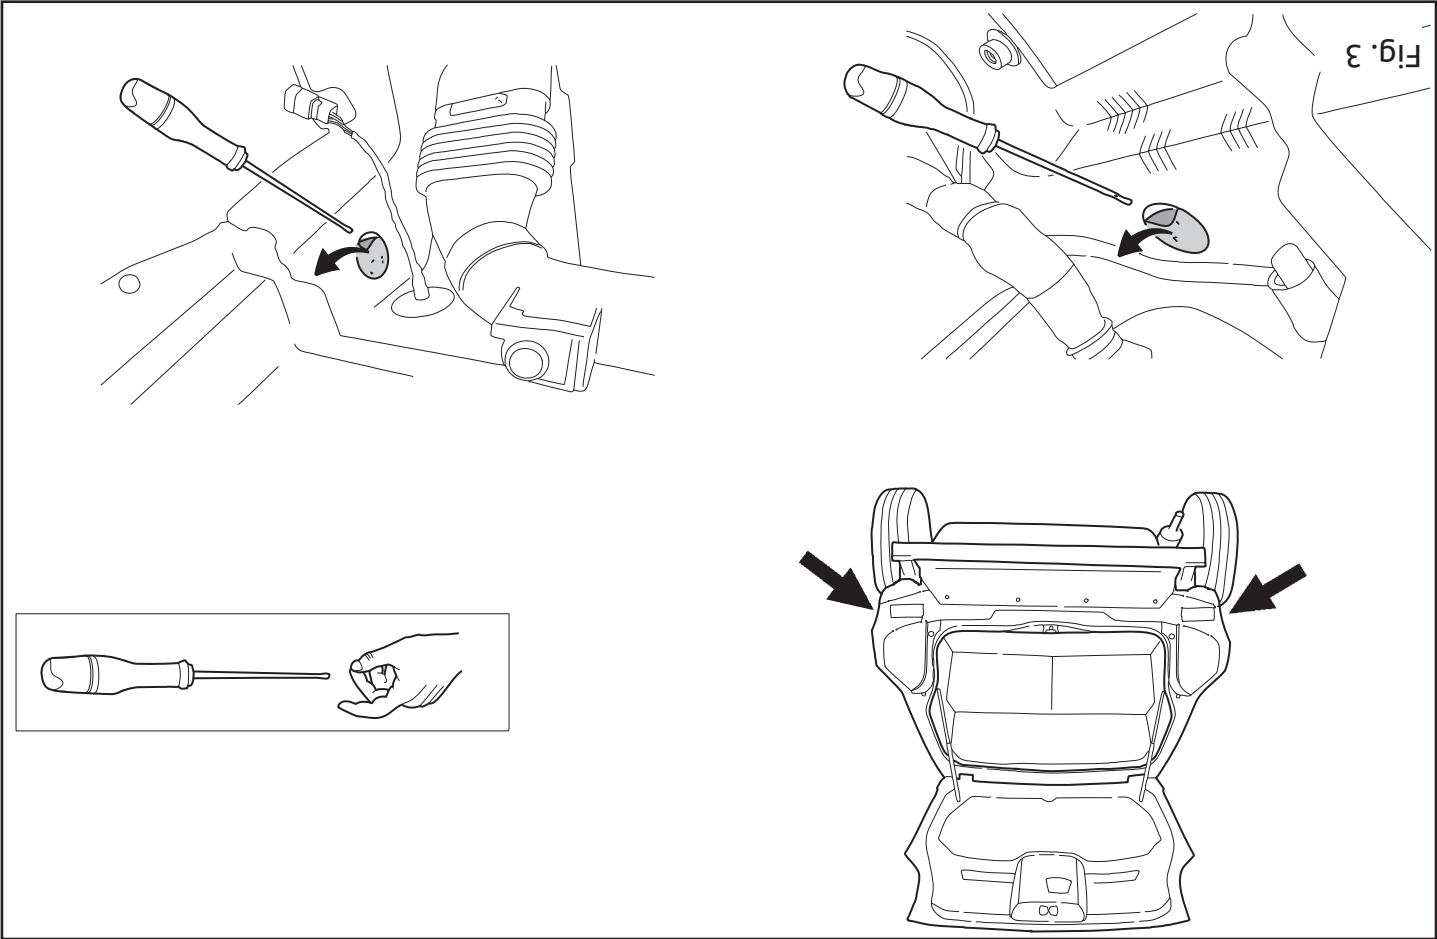

Fig. 3
3. Verwijder eventueel de plakkers op de bevestigingspunten. Zie fig. 3.
3. Remove any stickers that may be present at the points of attachment. See fig. 3.
3. Gegebenenfalls die Aufkleber bei den Befestigungspunkten entfernen. Siehe Abb. 3.
3. Avlägsna eventuellt klistermärkena som sitter på fästpunkterna. Se fig. 3.